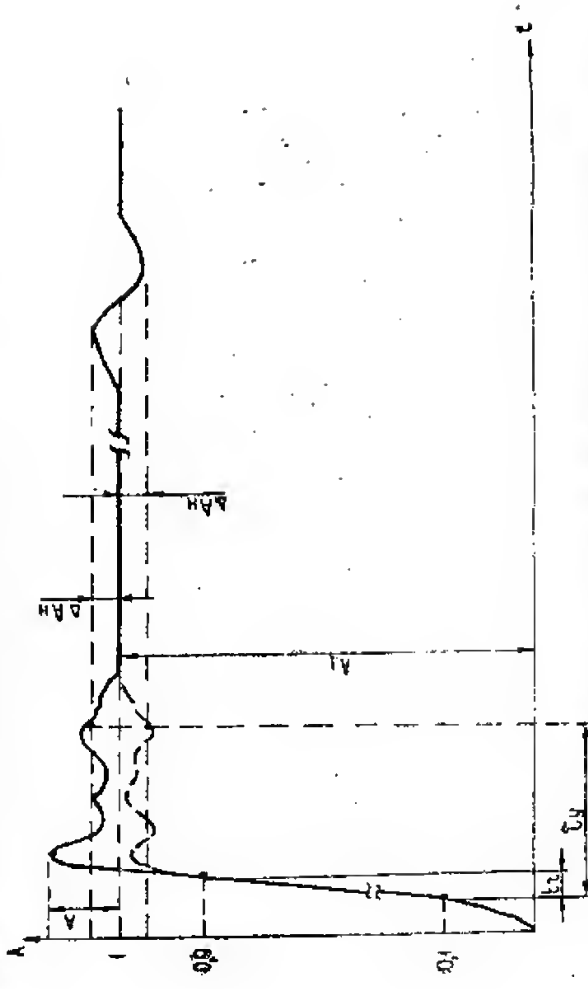

Рис. 21. Изображение импульса на экране ЭЛТ при проверке времени нарастания, выброса, времени установления переходной характеристики и неравномерности.
Время нарастания (t_r) переходной характеристики определяется как интервал времени, в течение которого переходная характеристика нарастает от 10 до 90 % установившегося (амплитудного) значения (рис. 21).
14.3.3.4. Параметры переходной характеристики определяют (рис. 21) методом прямых измерений при помощи генератора испытательных импульсов И1-11.